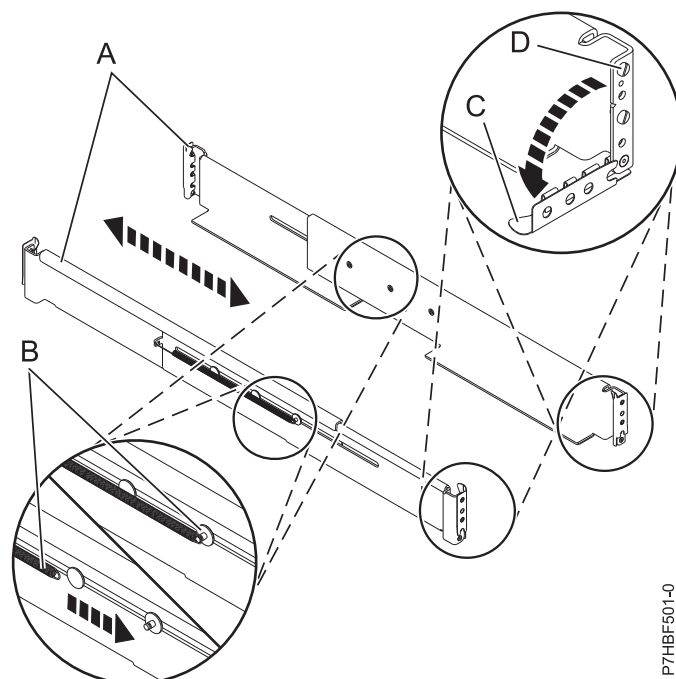

図 5. レールの取り付け
3. 次に示すように、左右のレールの前部と後部のクランプ (C) を下に回転させます。図 5.
4. 各レールで、スプリング (B) をレールに固定しているテープを取り除きます。次に示すように、スプリングの端をレール上の円形の支柱に引っ掛けます。図 5.